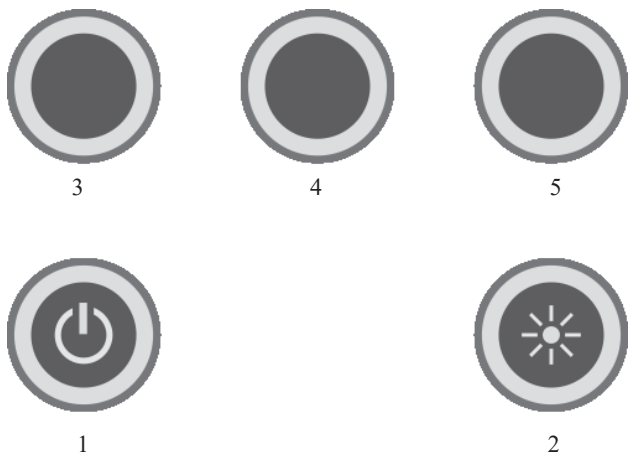

Рис.2 – Кнопки управления
6.2.1.1 Включите прибор однократным нажатием на кнопку (1, Рис.2). Перед началом работы убедитесь в работоспособности элементов питания (батарей). Если после включения прибора